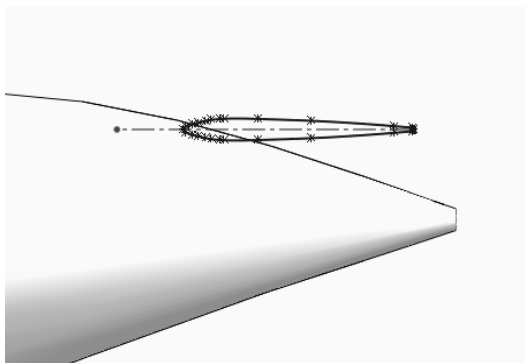
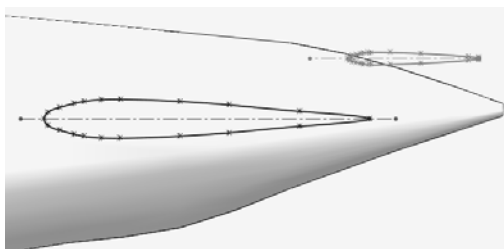

图 6-60 绘制样条曲线
图 6-61 绘制样条曲线
06 单击“草图”工具栏中的“样条曲线”按钮，连接视图中的所有点，单击“退出草图”按钮，完成样条曲线的绘制，如图 6-60 所示。
- 12** 单击“草图”工具栏中的“样条曲线”按钮, 连接视图中的所有点, 单击“退出草图”按钮, 完成样条曲线的绘制, 如图 6-61 所示。
- 13** 放样曲面。执行“插入”→“曲面”→“放样曲面”菜单命令, 或者单击“曲面”工具栏中的“放样曲面”按钮, 系统弹出“曲面-放样”属性管理器; 如图 6-62 所示, 依次选择图 6-60 和图 6-61 中的样条曲线为轮廓, 单击“确定”按钮, 生成放样曲面, 如图 6-63 所示。